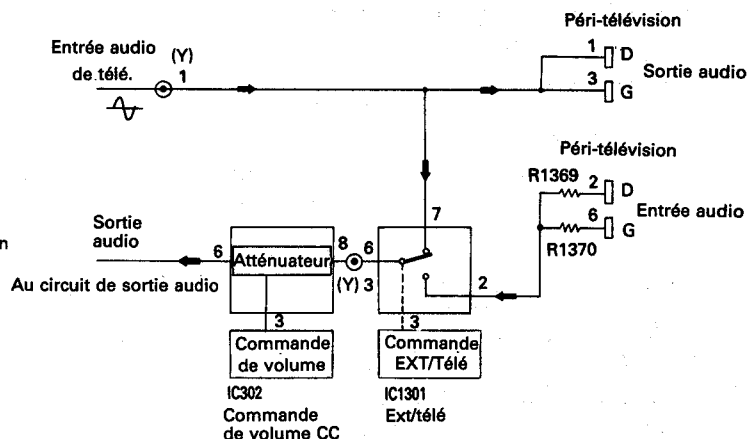

Figure 15. Diagramme du bloc du circuit audio EXT
b) Section audio externe (Fig. 15)